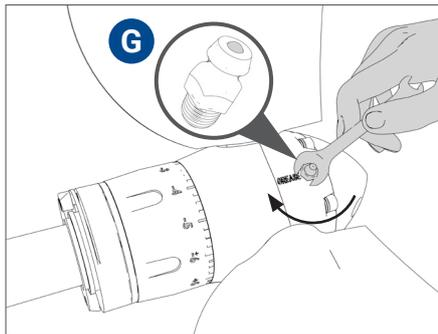

ABB. 43 | Eindrehen des Schmiernippels „G“
- Schrauben Sie den mit dem Propeller gelieferten Schmiernippel **G** in die Bohrung (**Abb. 43**).